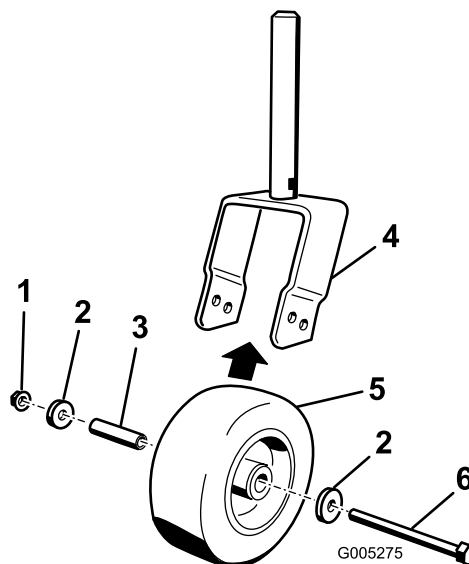

Рисунок 18
1. Снимите контргайку с болта, удерживающего узел поворотного колеса и шайбы в вилке колеса (Рисунок 18). Захватите поворотное колесо и выньте болт из вилки. Извлеките проставку колеса из узла колеса.